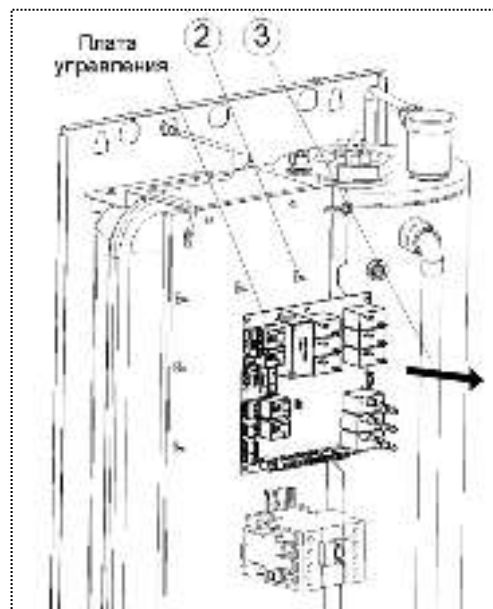

Рисунок 16. Замена платы управления
- 1) Отсоедините все провода от платы контроллера (см. рис. 16).